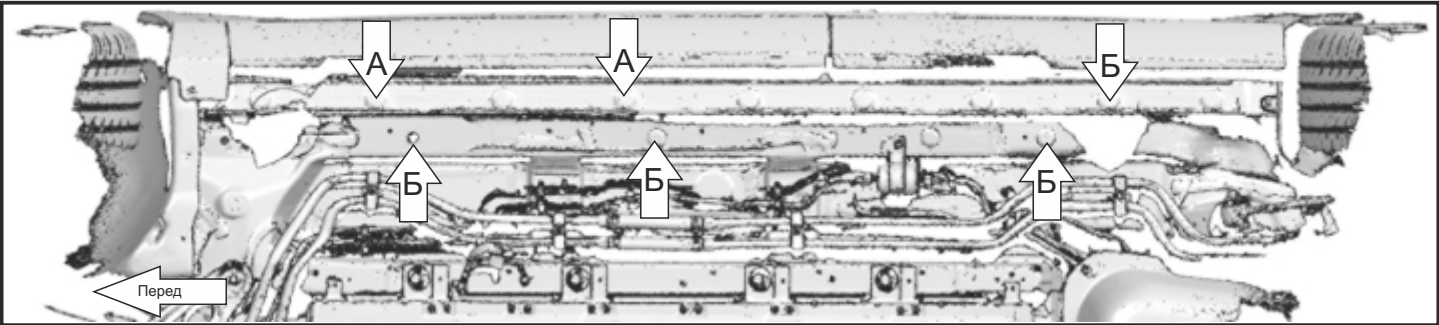

Рис. 2
- 2. Извлечь резиновые заглушки в передней, средней и задней частях порога. Установить закладные M8x54/27 (отв. А) и закладные M8x70/20 (отв. Б) (Рис. 2).